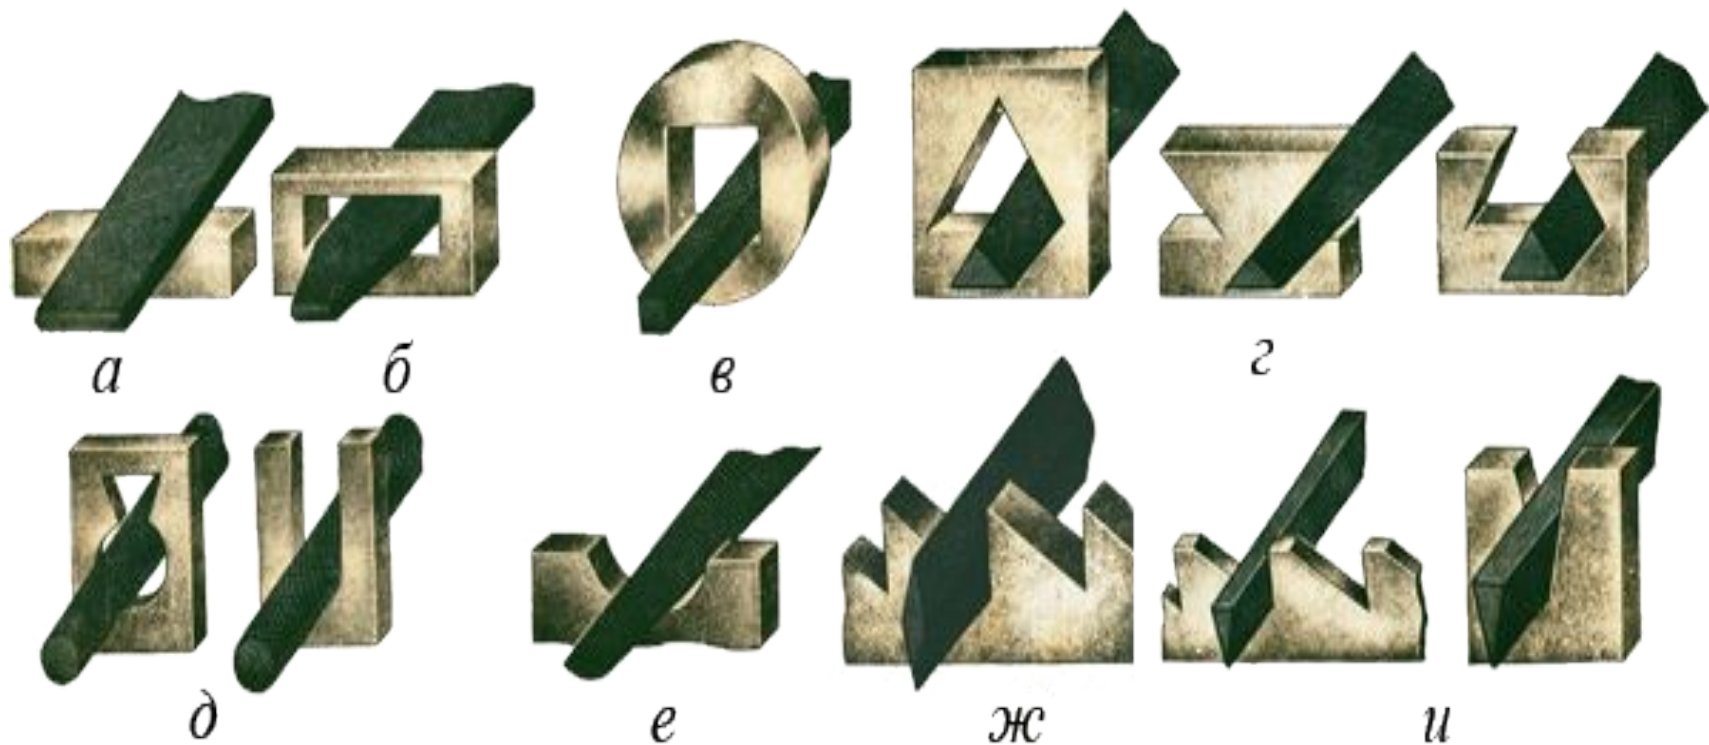

Рисунок 4. Типы напильников:
- плоские (рис. 4, *а*), плоские остроносые (рис. 4, *б*) — применяют для опилования наружных или внутренних плоских поверхностей, а также для пропиливания шлицев или канавок;
- квадратные (рис. 4, *в*) — применяют для распиливания квадратных, прямоугольных и многоугольных отверстий, а также для опилования узких плоских поверхностей;
- трехгранные (рис. 4, *г*) — служат для опилования острых углов, составляющих 60° и более, как с внешней стороны детали, так и в пазах, отверстиях и канавках, а также для заострения полок по дереву;
- круглые (рис. 4, *д*) — используют для распиливания круглых или овальных отверстий и вогнутых поверхностей малого радиуса;
- полукруглые (рис. 4, *е*) с сегментным сечением — применяют для обработки вогнутых криволинейных поверхностей большого радиуса и больших отверстий (выпуклой стороны); плоскостей, выпуклых криволинейных поверхностей и углов более 30° (плоской стороной);
- ромбические (рис. 4, *ж*) — применяют для опилования зубьев зубчатых колес, дисков и звездочек, для снятия заусенцев с этих деталей после обработки их на станках, а также для опилования углов более 15° и пазов;
- ножовочные (рис. 4, *и*) — служат для опилования внутренних углов, клиновидных канавок, узких пазов, плоскостей в трехгранных, квадратных и прямоугольных отверстиях, а также для изготовления режущих инструментов и штампов.